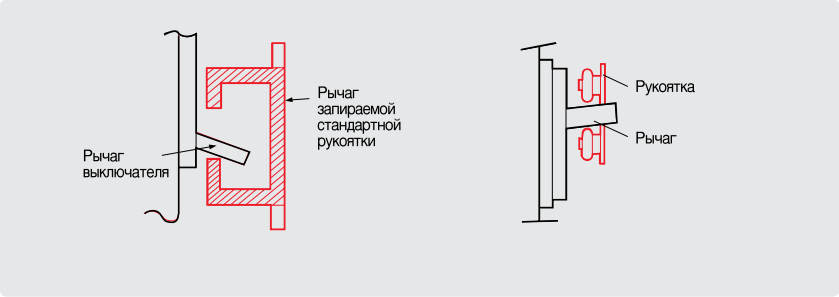

рис. 4
- б) Установите рычаг автоматического выключателя и рычаг запираемой рукоятки положение, показанное на рис. 4.
- Установите рычаг автоматического выключателя и рычаг запираемой рукоятки в положение, показанное на рис. 4.